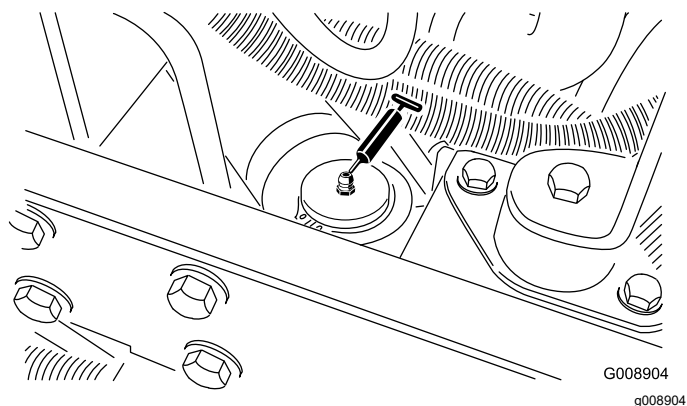

Figura 42
- Cilindro de dirección (Figura 42)